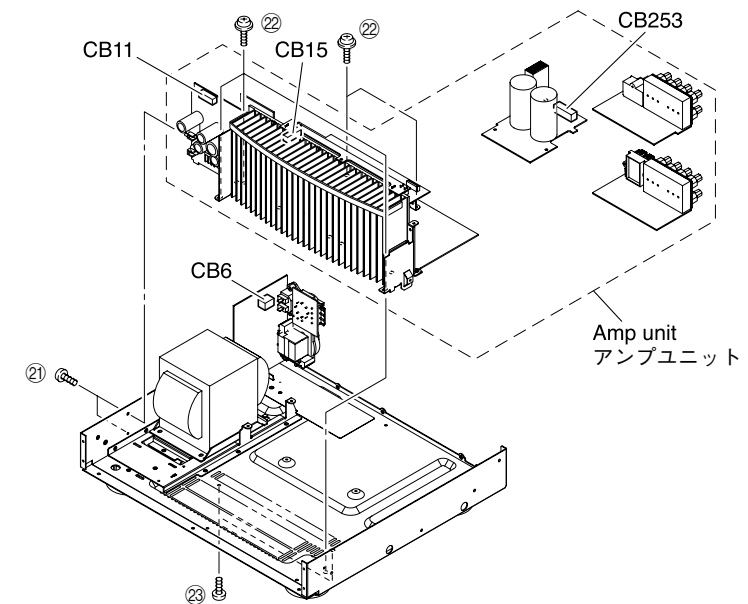

Fig. 10
- Remove 2 screws (21), 5 screws (22) and screw (23). (Fig. 10)
- Remove CB6, CB11, CB15 and CB253. (Fig. 10)
- Remove the amp unit. (Fig. 10)
- 21のネジ2本、22のネジ5本、23のネジ1本を外します。(Fig. 10)
- CB6、CB11、CB15、CB253を外します。(Fig. 10)
- アンプユニットを取り外します。(Fig. 10)